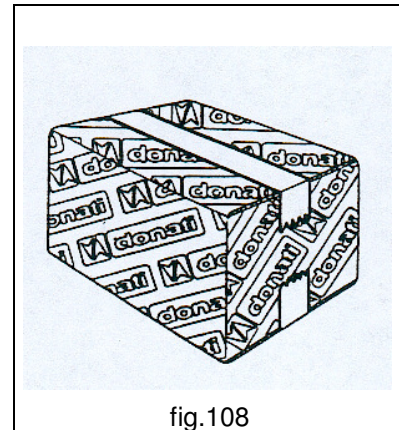

fig.108
- **MAI** usare ricambistica non originale o non consigliata dal costruttore (fig.108).